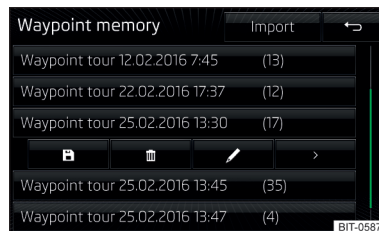

Fig. 247 Administración de la memoria pts. del recorrido
- Seleccionar el itinerario deseado de los puntos recorridos » fig. 247 de la pág. 204.
➤ Elegir el itinerario de los puntos recorridos deseado y luego uno de los siguientes puntos del menú » fig. 247.